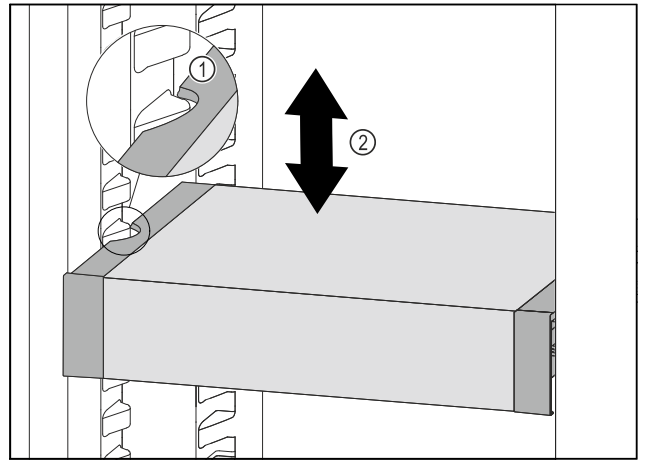

Fig. 73
- ▶ 向前移动 VarioSafe，直到 VarioSafe 两侧的凹槽与冷藏区中的容器肋梁持平。Fig. 73 (1)
- ▶ 在冷藏区中向上或向下移动 VarioSafe，直至所需高度。Fig. 73 (2)